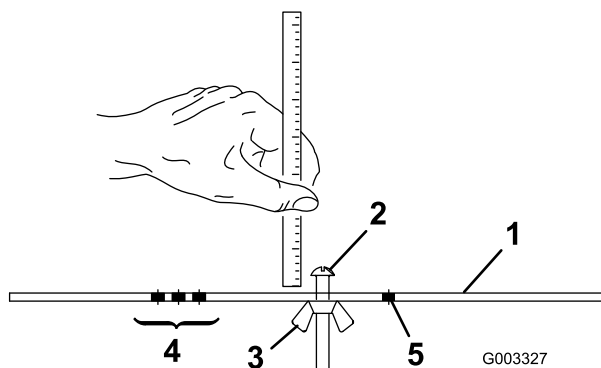

图16
2. 松开调刀尺上的螺母（图16），并将调整螺丝设定为所需的剪草高度。